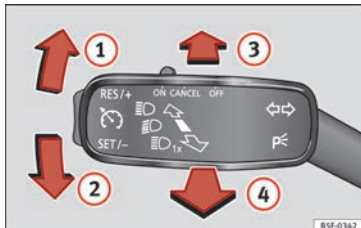

Abb. 133 Blinker- und Fernlichthebel.
- Drücken Sie den Hebel »» Abb. 133 nach oben ① bzw. nach unten ②.
- Drücken Sie den Hebel »» Abb. 133 nach vorn in Pfeilrichtung ③.
- Das Fernlicht schalten Sie ab, indem Sie den Hebel zum Lenkrad in Pfeilrichtung ④ drücken.
- Ziehen Sie den Hebel »» Abb. 133 zum Lenkrad (gedeferte Stellung) in Pfeilrichtung ④.
- Ziehen Sie den Blinklichthebel **» Abb. 133 » Seite 128** nach oben, bzw. nach unten - das Parklicht auf der rechten bzw. linken Fahrzeugseite wird eingeschaltet.